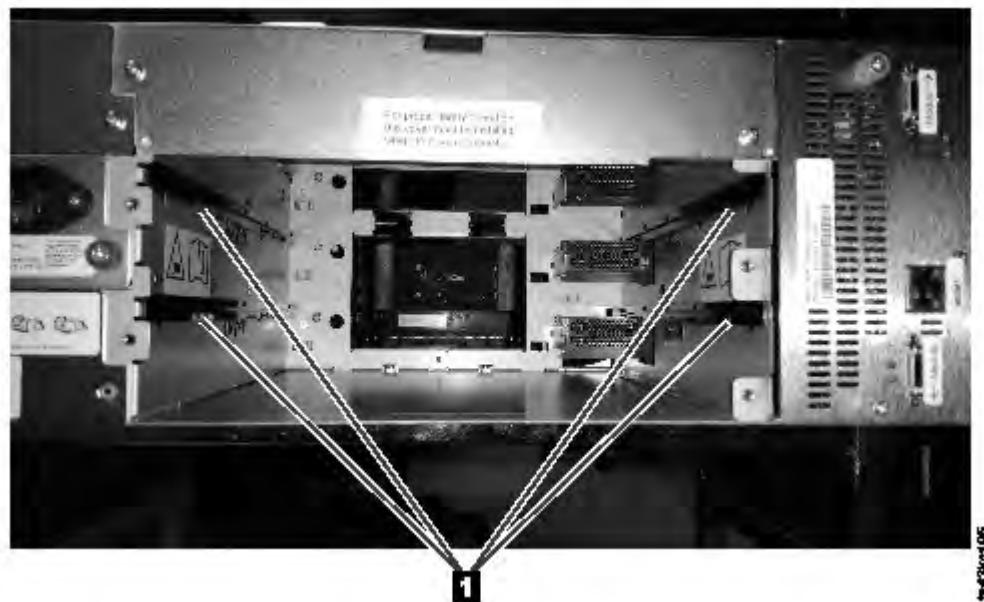

Figure 68. Rails d'alignement
2. Alignez et insérez lentement la nouvelle unité de bande dans la baie d'unité le long des rails d'alignement (**1** dans Figure 68, à la page 169) tout en soutenant l'ensemble de l'unité. L'unité de bande doit être alignée avec le panneau arrière de la bandothèque.